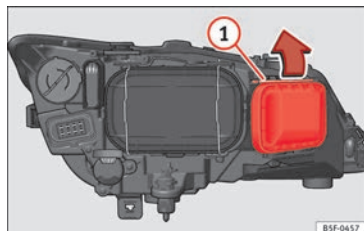

Fig. 208 Ampoule du clignotant.
- Déplacez le tirant » **fig. 208** (1) dans le sens de la flèche puis retirez le cache.